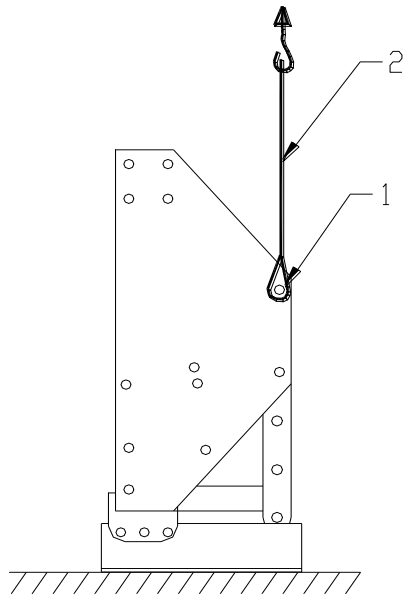

Fig. 1.
Maszyna jest dostarczana na palecie. Aby zamontować maszynę za traktorem, należy postąpić następująco (patrz. rys.1, 2, 3, 4, 5 i 6)
2. Mocno zamocować zawiesie linowe 2 o długości około 3,5 metra (11 stóp) z klamrą D do otworów 1 po każdej stronie maszyny, jak pokazano na rys.1.